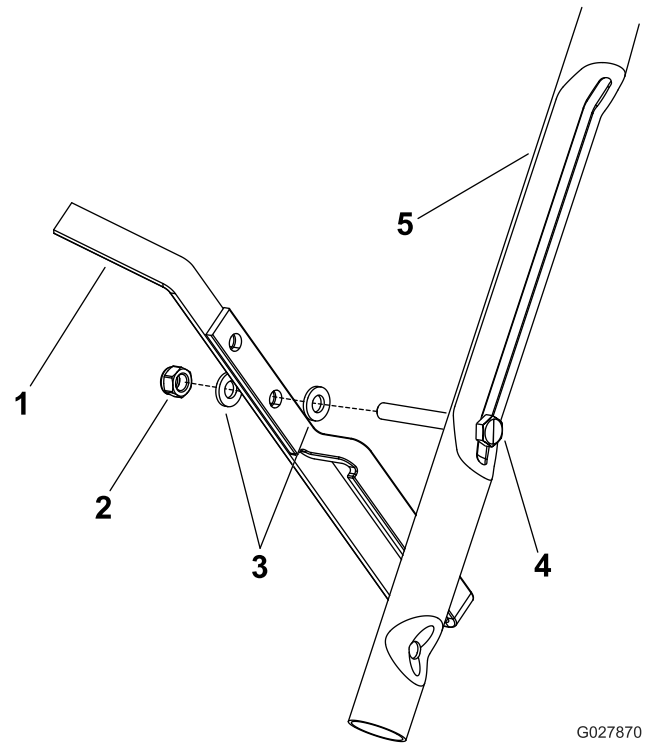

Bild 6
Befestigen Sie den Fußanschlag mit einer Mutter und zwei Scheiben an der rechten Seite des unteren Holms (Bild 6).
**Hinweis:** Befestigen Sie den Fußanschlag im unteren Loch im Fußanschlag, wie in Bild 6 abgebildet.